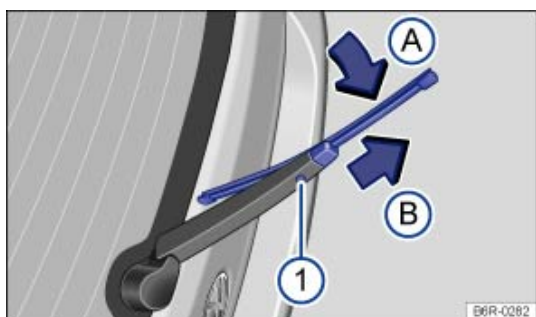

Fig. 205 Remplacement du balai d'essuie-glace arrière.
- Maintenez enfoncée la touche de déverrouillage → Fig. 205 ⓘ .
- Basculez le balai d'essuie-glace en direction du bras d'essuie-glace → Fig. 205 (flèche ⓐ) et retirez-le en même temps dans le sens de la flèche ⓑ. Il se peut que vous deviez exercer pour cela une force relativement importante.
- Insérez un balai d'essuie-glace neuf **de longueur et d'exécution identiques** sur le bras d'essuie-glace dans le sens opposé à la flèche → Fig. 205 ⓘ jusqu'à ce qu'il s'encliquette. Lors de cette opération, le balai d'essuie-glace doit se trouver en position déployée (flèche ⓐ).